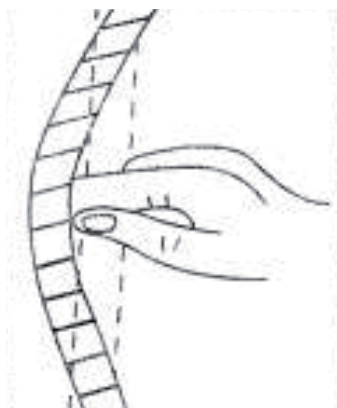

Рис. 5
7. Натисніть на ремінь рукою. Якщо ремінь встановлений правильно, він повинен прогнуватися не більш, ніж на 12,7 мм (рис. 5).